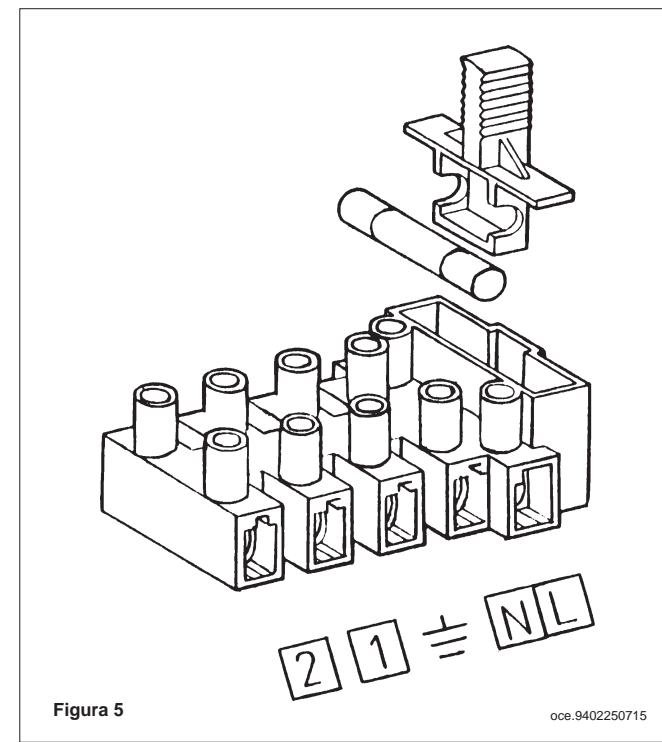

Figura 5
- * accedere alla morsettiere di alimentazione (figura 5) come descritto al capitolo precedente;
- * togliere il ponticello presente sui morsetti (1) e (2);
- acceder al tablero de bornes de alimentación (figura 5) como descrito en el capítulo precedente;
- remover el puente sobre los bornes (1) y (2);